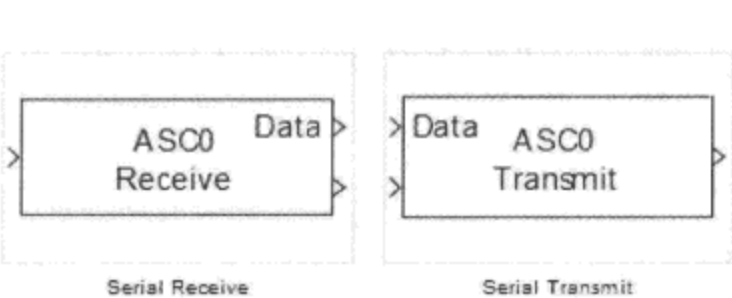

图 6.1.2 异步/同步串行接口模块
(1) 异步/同步串行接口。该子库包含 Serial Transmit 和 Serial Receive 两个模块,如图 6.1.2 所示。Serial Receive 模块用于配置 C166 微控制器的串行接收功能,Serial Transmit 模块用于配置器串行发送功能。串行接收/发送模块通过 Infineon C166 微控制器的异步/同步串行接口 ASC0 通信。既可进行定字长通信,也可进行可变字长通信。